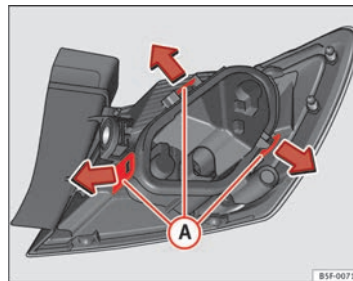

Fig. 194 Lengüetas de fijación en la parte posterior de la unidad de luz trasera
- Desmonte el portalámparas ⇒ fig. 194 desbloqueando las lengüetas de fijación ①.